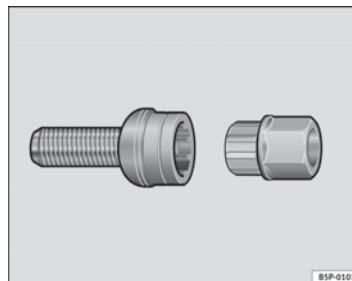

Abb. 142 Diebstahlhemmende Radschraube
- Setzen Sie den Adapter bis zum Anschlag in die diebstahlhemmende Radschraube ein ⇒ Abb. 142.